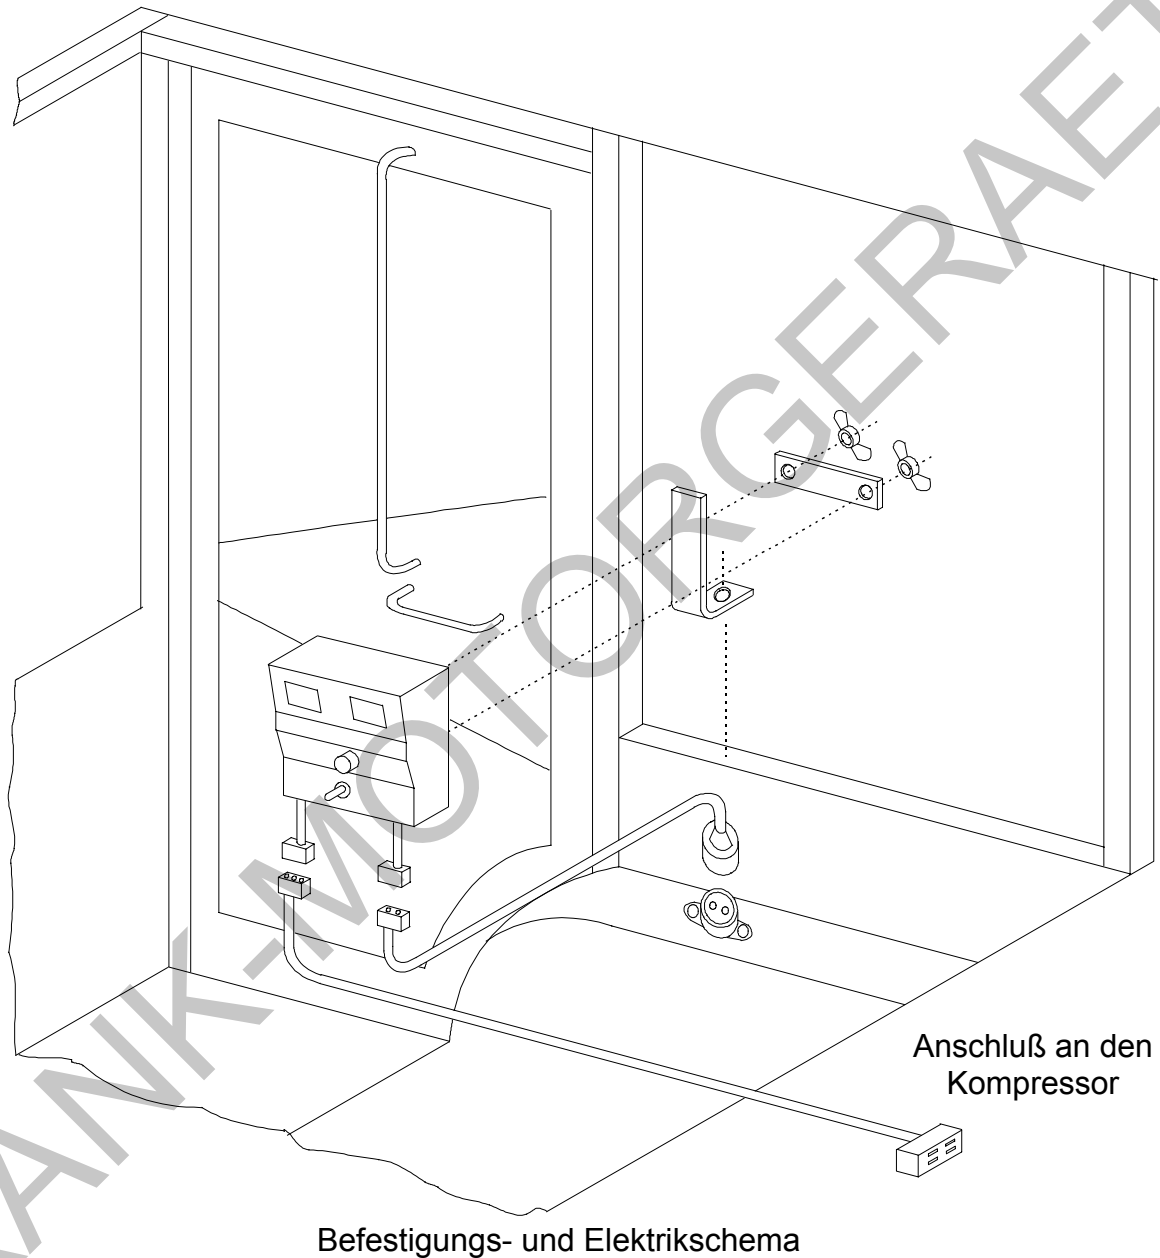

Abb. 9
3.5 Elektrisches Bedienteil Abb. 9
3.6 Stromversorgung Abb. 9
Die Kabelverbindungen von der Steckdose zum Bedienteil und Kompressor entsprechend dem Schema nach Abb. 9 verlegen und anschließen.